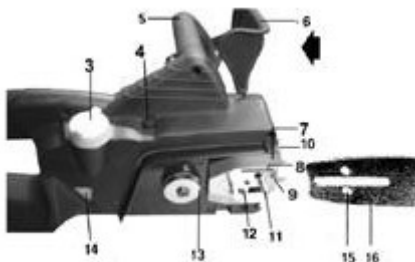

Рис. 1
Сместите штифт (12) натяжения цепи в крайнее левое положение (если смотреть на инструмент в позиции, показанной на рис.1), вращая натяжной винт (9) против часовой стрелки до самого упора.
При включении цепной пилы щиток защиты руки (6) должен находиться в рабочем положении, т.е. должен быть нажат в направлении стрелки (рис.1) в сторону рукоятки (5).